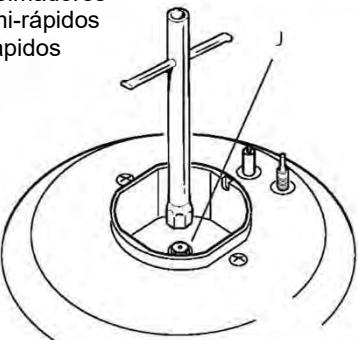

Fig. 2.2
- Usando uma chave, substitua os injetores do bocal "J" (fig. 2.2, 2.3) pelos mais adequados para o tipo de gás para o qual deve ser usado.